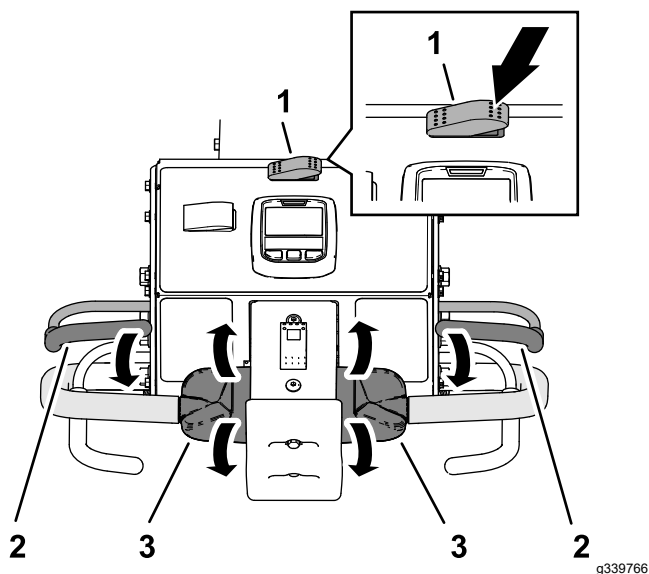

Figure 87
- Appuyez sur le côté droit de la commande de transport/aération pour la placer à la position AÉRATION (Figure 87).
- Serrez la barre de présence de l'utilisateur contre la poignée droite ou gauche du timon (Figure 87).